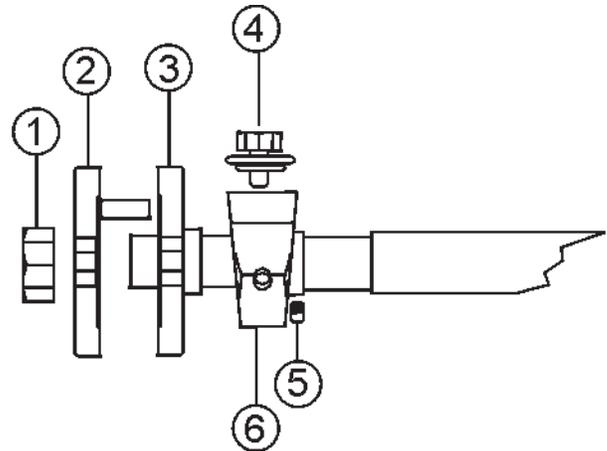

Abb. 57. Lagerung auf der Seite der Trennscheibe (rechts)
Die Trennscheibenwelle des Fugenschneiders SP2 CE ist auf selbstausrichtenden **Lagern** mit einem Spanning mit Innengewinde und Stellschraube gelagert (Abb. 57 und 58). Diese Schwerlastlager tragen die Trennscheibenwelle ($\varnothing 32$ mm). Die vorhandenen Schmiernippel sind zur bequemen Schmierung positioniert.
Für Schritte 4-9 Abb. 57 und 58 beachten.
4. **Sechskant-Wellenmuttern** (Abb. 57, 58, Pos. 1) abschrauben, **Außen- und Innenflansch** (Abb. 57, Pos. 2 & 3) abnehmen.
6. **Lager-Stellschrauben** lösen (Abb. 57, Pos. 5), **Lagerschraube** (Abb. 57, Pos. 4) entfernen und das **trennscheibenseitige Wellenlager** (Abb. 57, Pos. 6) von der Trennscheibenwelle abziehen.